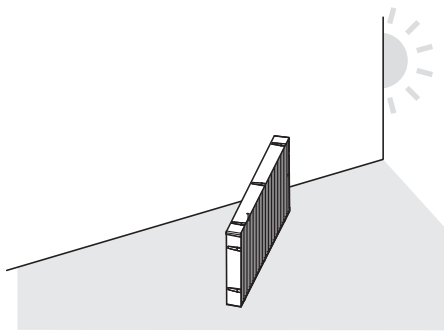

Abb. 2
**2) Trocknen Sie die Luftfiltereinheit. (Abb. 2)**